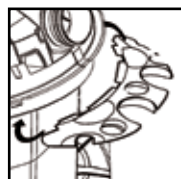

FIGURE 15
22. L'arrière de l'appareil étant orienté vers soi, prendre le porte-accessoires et le placer de façon que les pattes soient orientées vers l'arrière du couvercle de la cuve. **FIGURE 15.**